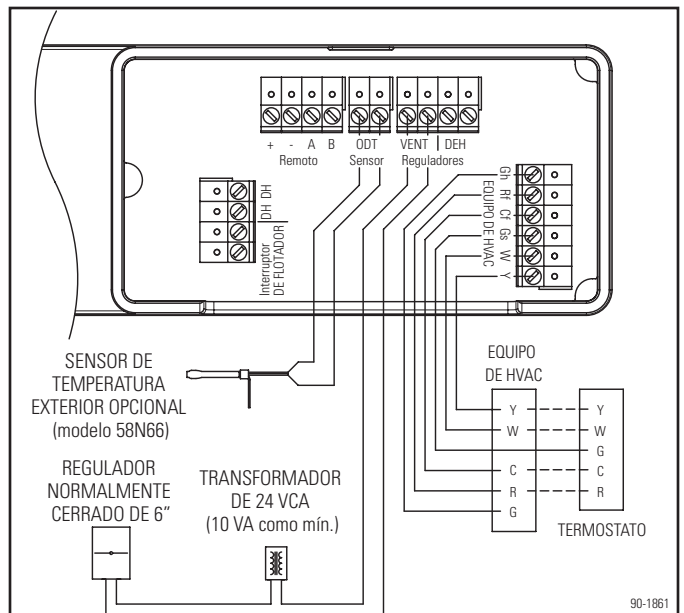

Figura 29. Cableado del sistema de ventilación 90-1861
Si el cableado se realizó según se muestra en la **Figura 29**, el regulador de ventilación se abrirá cuando haya una demanda de calefacción (W), enfriamiento (Y) o ventilación (Gs) del sistema de HVAC para permitir la entrada de aire fresco durante el funcionamiento del soplador del sistema de HVAC (consulte la sección VENTILACIÓN CON UN CONTROL EXTERNO a continuación para conocer las excepciones). El regulador de ventilación también se abrirá si el deshumidificador está en funcionamiento. En el control del deshumidificador, aparecerá la leyenda "VENTILATING" (Ventilación) cuando en el deshumidificador esté en funcionamiento la ventilación. Una vez que finalice la demanda del sistema de HVAC, el deshumidificador se detendrá, o luego de cumplido el tiempo de ventilación, el regulador de ventilación se cerrará.